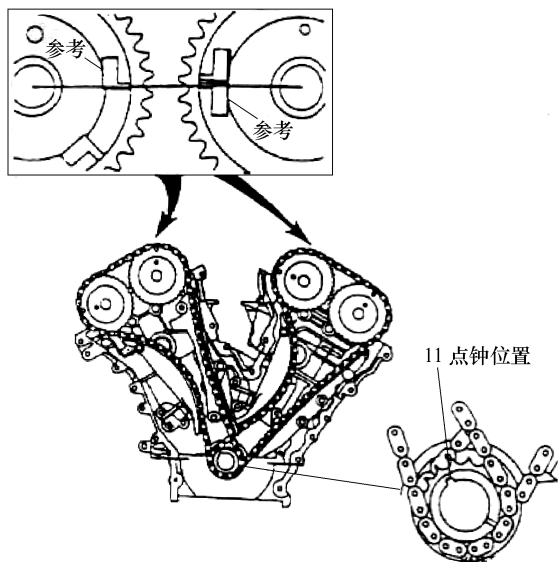

图 5-25 确认参考标记对准
2) 确认每个凸轮轴链轮上的参考标记如图 5-25 所示在上止点位置。
标记都已对齐, 如图 5-25 所示。